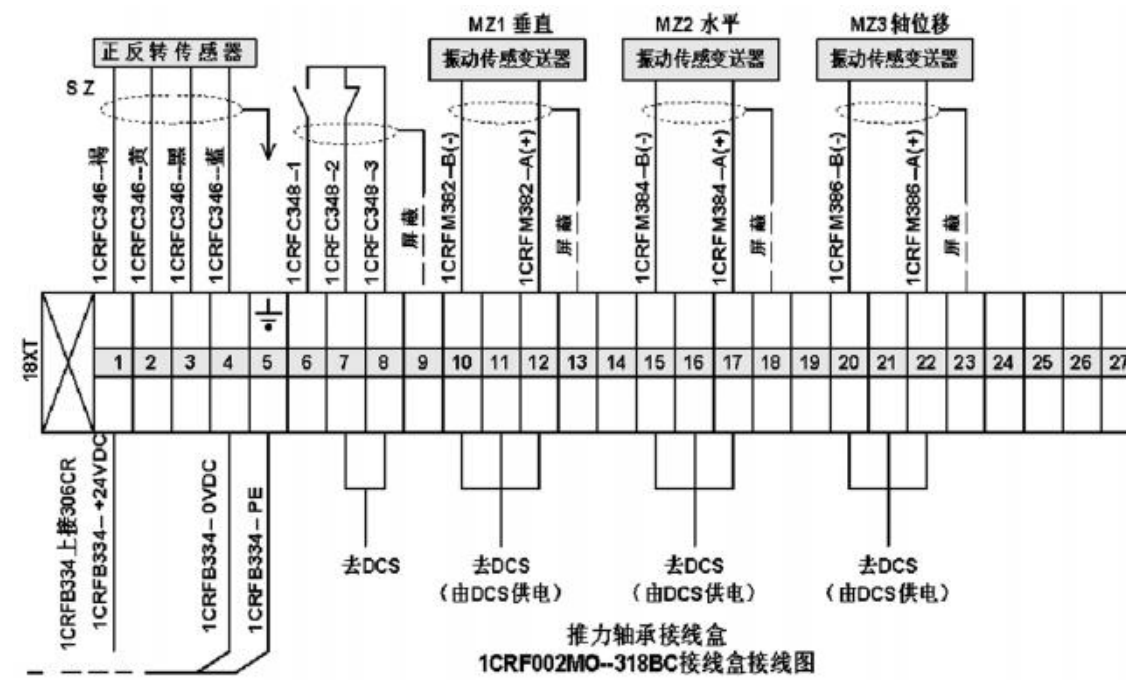

图 1 接线图
MJPBJ01YM 型米家高速搅拌机 (破壁料理机)损坏,不通电、显示器不亮、音响不响,无法操作使用。估计电源板存在问题,打开底壳,仔细观察,发现副电源保险电阻烧毁严重(如图 1 所示),副电源控制集成块处严重烧毁,布满了烟灰,离风道壳处布满了大圆型烟灰。
一款用了近十年的广州产莲花牌双色吊灯 (不是遥控型,如图 1 所示),近日出现不能开灯的故障,但在开灯灯不亮时,不用关灯,大概等半个小时左右,灯就自动亮了,而这时不能进行双控,也就是不能切换照明模式,当关灯后马上再次开灯,还是只有一种模式。
1)针对这个异常故障问题,首先按照设计接线图(附图1),对位于电机顶盖上的接线箱内部接线进行逐个检查,发现设计图上接在7号线位端子上的线,实际接错在6号线位端子上了(附图2)。
因为一个设计项目需要一个 8 分钟间隔 2 小时左右的工作时间。考虑到单片机需要程序控制,年纪大了,学习起来还是比较困难,虽然在努力学习,但毕竟岁月不饶人。于是利用手头有的一些元器件设计了这款循环定时控制电路。电路原理图见图 1。
在图 1 中,U1,U2 是一片 CMOS 长延时集成电路 C005,为 8 引出脚的黑胶封装,其中有孔的 2 个脚是振荡电阻的引出脚,可以焊接 1/4W 左右的直插电阻或者 1206 的贴片电阻(有 1206 焊盘),靠近电源正极(VCC)的 2 给焊盘分别是 P2,P1(P2 靠近边缘),与正极相邻的是输出引脚(OUT),最后一个是 GND 引脚,与 GND 引脚相邻的引脚是触发引脚(CP)。因为是下降缘触发,所以,U1 的触发端接有一个 RC 电路,上电,因 C1 的存在,U1 的 CP 端得到一个脉冲下降缘而触发而开始延时,同时其 OUT 输出低电平,当延时时间到,U1 输出高电平,Q2 导通,触发 U2 进入延时状态,同时 U2 的 OUT 输出低电平,光耦 U3 得到初级触发电流,其次级光敏三极管饱和导通控制控制电路动作。具体的控制电路在此不详述。在 U2 延时期间,U2 输出低电平,Q1 截止。此时,因为 Q1 截止,C1 在 R3 存在下被充电至高电平,为下次触发做准备。当 U2 延时时间到,U2 输出高电平,Q1 导通,触发 U1 再次进入延时状态,同时,U1 输出低电平,Q2 截止,直到 U1 延时时间到,U1 再次输出高电平触发 U2 再次进入延时状态。如此循环,电路进入循环延时状态。当 U2 的延时到了后,U2 的 OUT 端输出高电平(此前因为 R3 的存在,C1 已经被充电到高电平状态),Q1 饱和导通,为了便于读者理解,下面附录了 C005 的说明书: